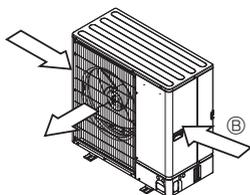

Fig. 2-5
- ③ Posisjoner enheten slik at luftløpet står vinkelrett på den rådende vindretningen for årstiden, hvis det er mulig. (Fig. 2-5)